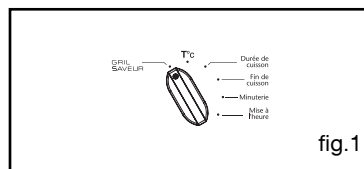

fig.1
- Positionnez le sélecteur de programme sur la position "GRIL SAVEUR" (fig.1), la durée de cuisson clignote à 0h05 (cette valeur de durée correspond au temps minimum nécessaire pour activer la fonction